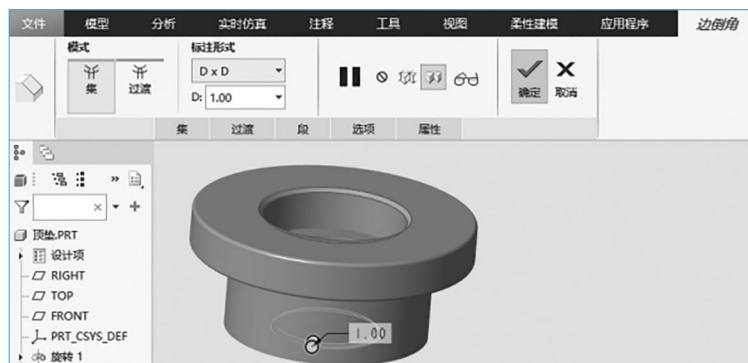

图 2-24 倒角操作
(2) 单击  倒角 按钮，选择孔上下两边沿，输入参数 1，如图 2-24 所示。单击  按钮，完成创建。